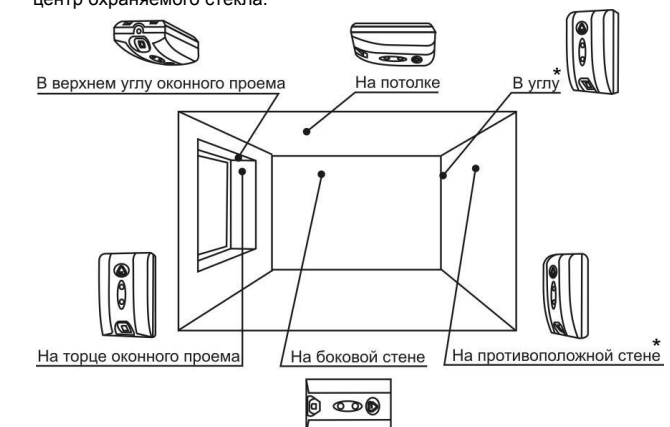

Рис.2 Возможные варианты установки извещателя
- Извещатель может быть установлен на стене, потолке или на торцах оконного проема (рис.2).